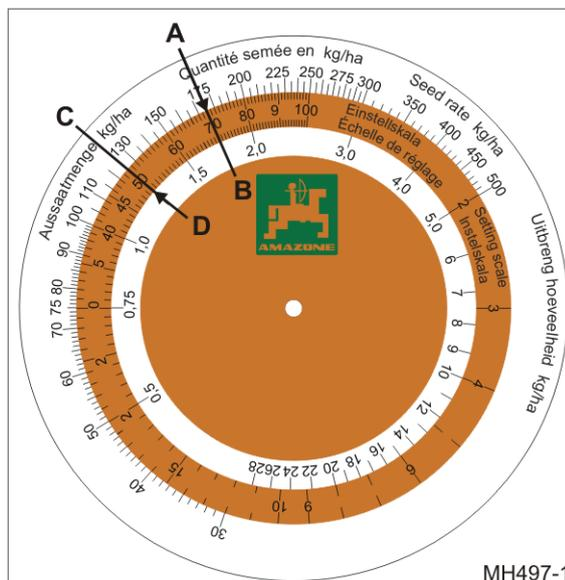

Рис. 152
- o рассчитанная норма внесения 175 кг/га (Рис. 152/A)
- o положение редуктора 70 (Рис. 152/B)
2. Считайте положение редуктора для требуемой нормы внесения 125 кг/га (Рис. 152/C) на счетном диске.
- положение редуктора 50 (Рис. 152/D).